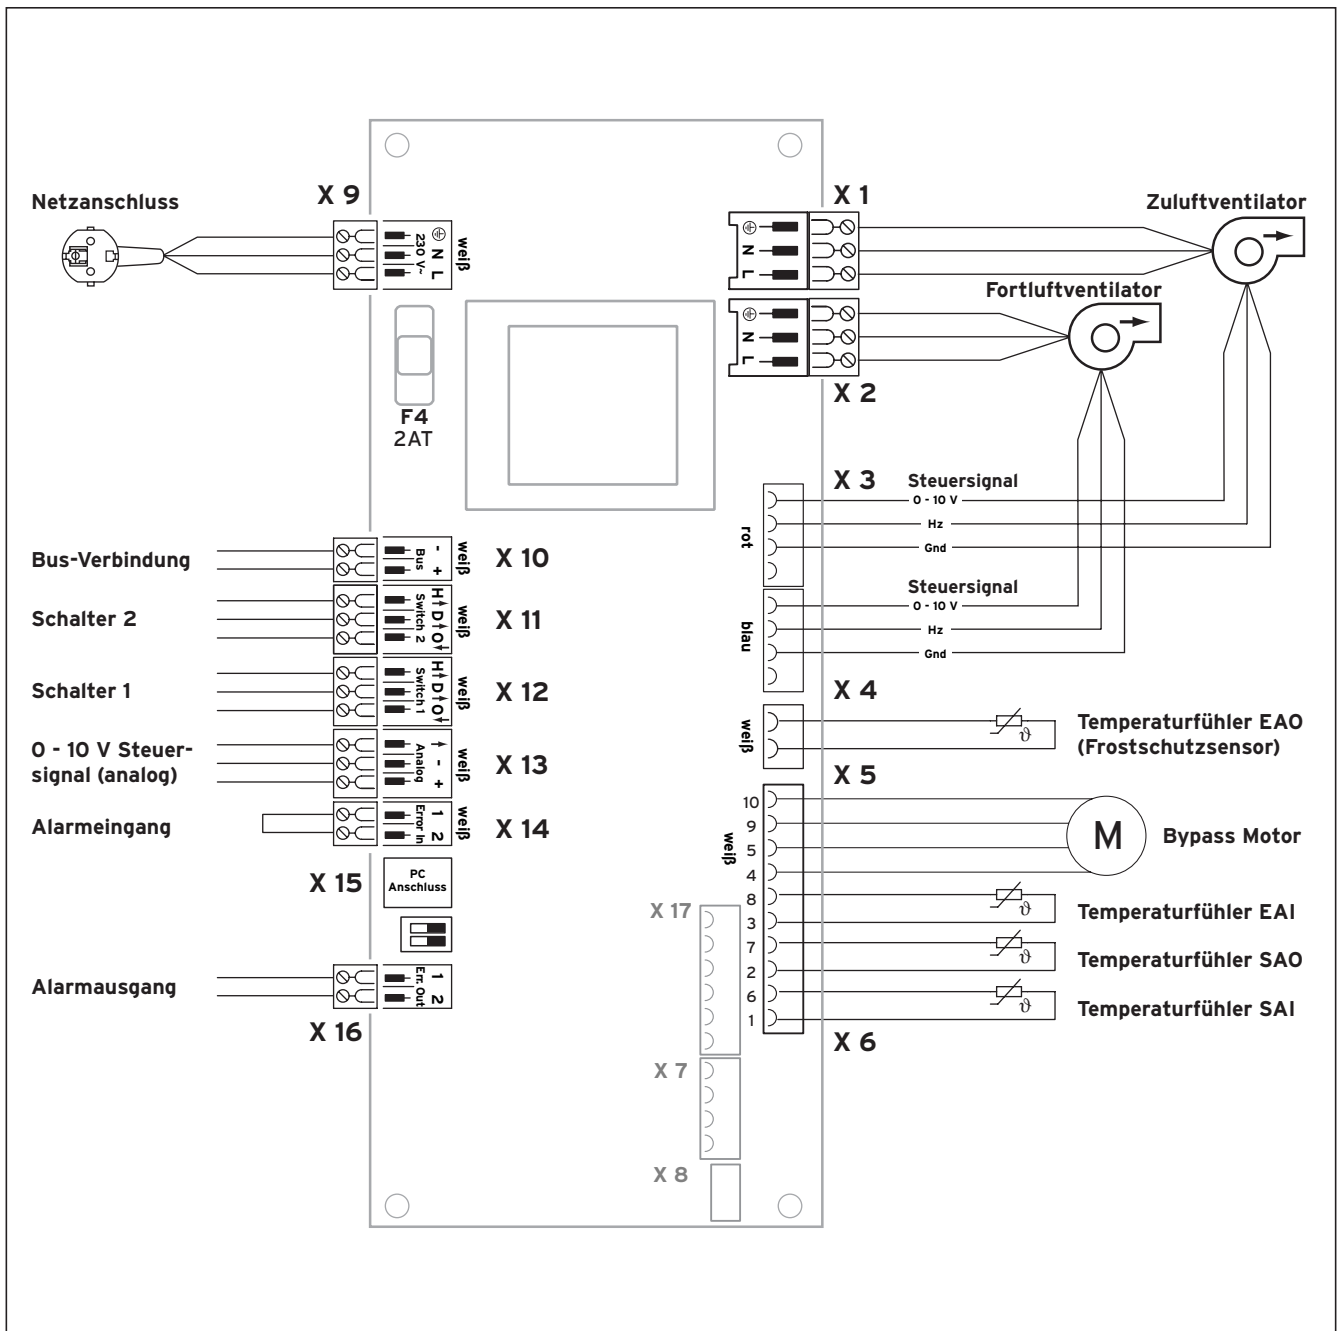

Abb. 4.12 Verdrahtungsplan
- Schließen Sie die Leitungen an den Anschluss „X 14“ (Alarmeinangang) gemäß Abb. 4.12 „Verdrahtungsplan“ an.
- Schließen Sie die Leitungen an den Anschluss „X 16“ (Alarmausgang) gemäß Abb. 4.12 „Verdrahtungsplan“ an.